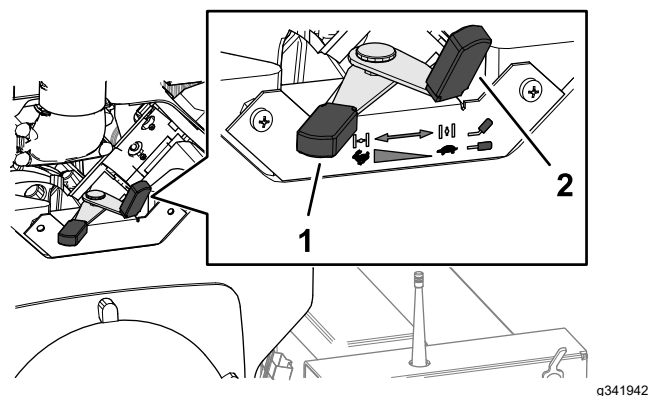

図 17
2. エンジンが冷えている場合には、チョークレバー 図 17 を ON 位置にセットする。